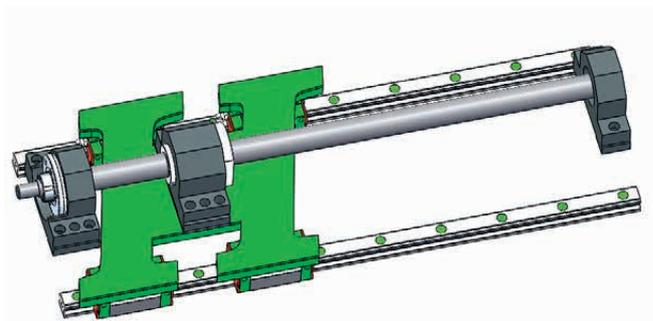

Abb. 4.18 Kugelgewindetrieb am linken Anschlag zum Ausrichten des Festlagers
- ▶ Fahren sie die Applikation so nah wie möglich an das Festlager (siehe Abb. 4.18).